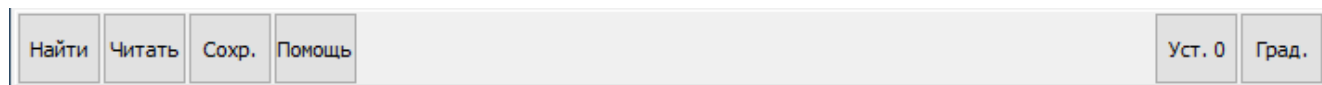
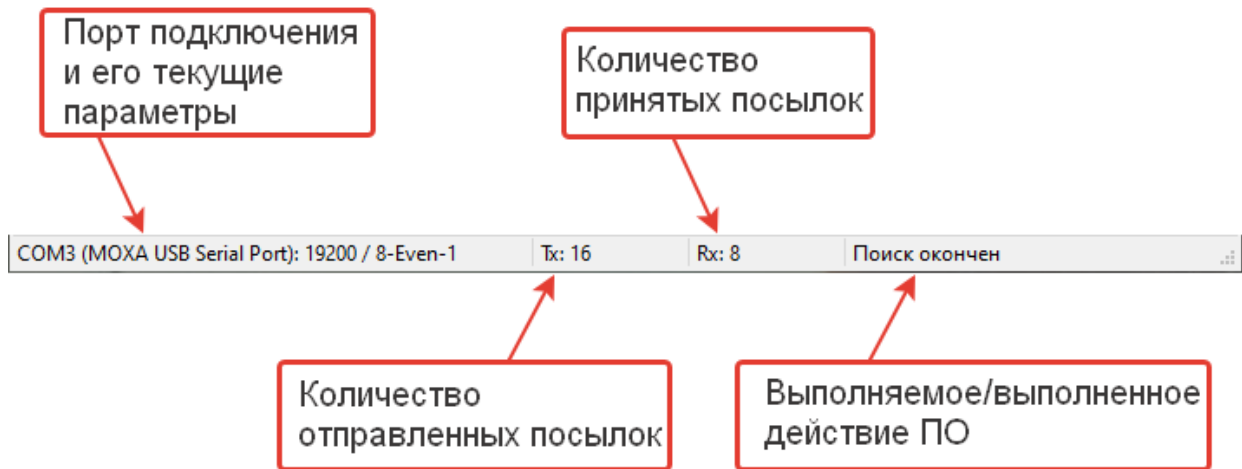

Рисунок 2 – Командное поле ПО «IGM10 Tool»
Рисунок 9 – Строка состояния
- 1) В командном поле, нажать кнопку «Найти» (рисунок 2), после чего начнется опрос адресов. Информация об опросе будет отображаться в строке состояния (рисунок 9).
- 3) Для автоматического обновления данных, нажать кнопку «Читать» в командном поле. Для отключения автоматического обновления данных, нажать кнопку «Стоп» (рисунок 2);